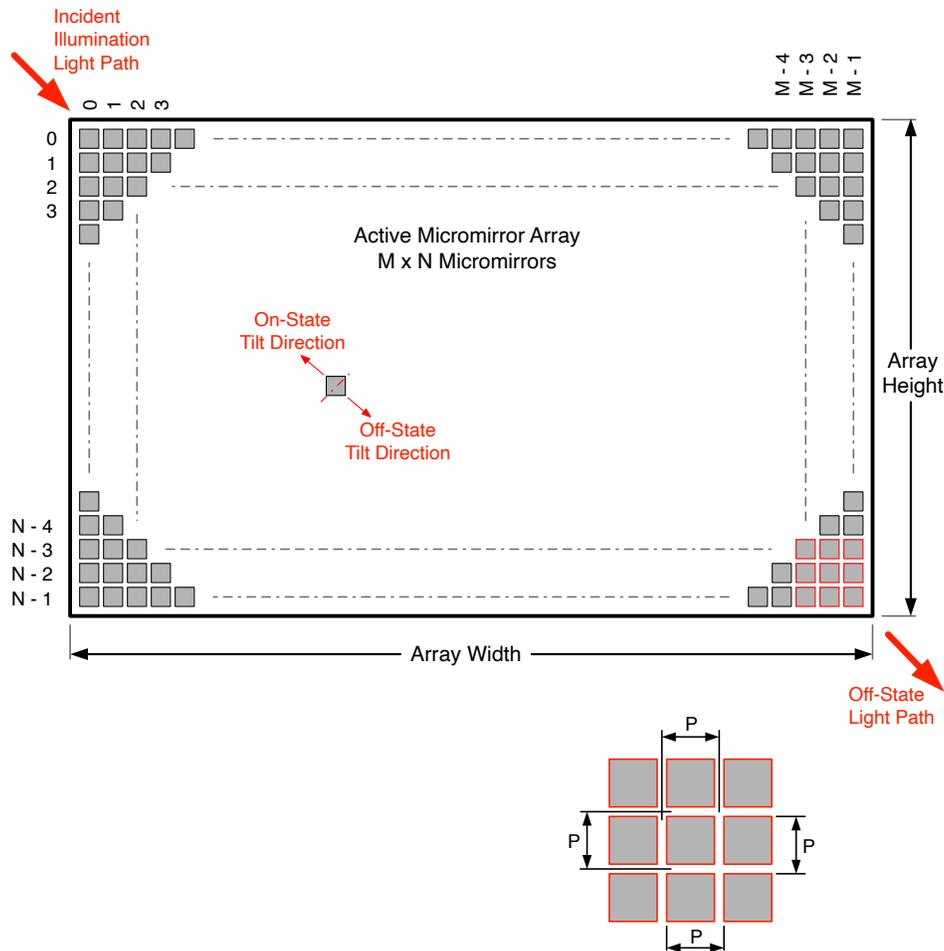

図 5-15. マイクロミラー アレイの物理特性
(1) 図 5-15 を参照してください。
(2) アクティブ アレイの周囲にある境界の構造と品質には、マイクロミラーの池 (POM) と呼ばれる、部分的に機能するマイクロミラーのバンドが含まれています。これらのマイクロミラーは構造的および / または電気的に、明るい状態またはオン状態へ傾けることを防止しますが、オフ状態へ傾けるには電気的バイアスが必要です。